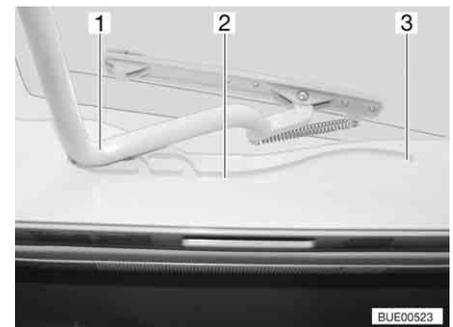

Bild 55 Heki-Dachhaube, Führung
- Den Bügel (Bild 55,1) in den Führungen (Bild 55,2) bis in die hinterste Position (Bild 55,3) ziehen.
- Den Bügel (Bild 55,1) mit beiden Händen leicht nach oben drücken.
- Den Bügel in den Führungen (Bild 55,2) bis zur gewünschten Stellung ziehen.